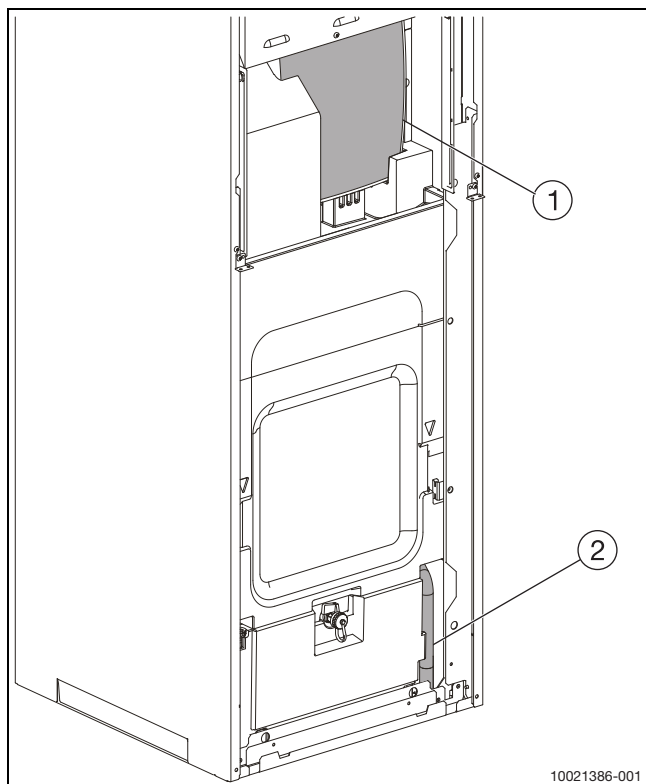

Bild 11 Vorderansicht Ablassschlauch
- Ablaufschlauch und Sicherheitsventil an einen Ablauf anschließen (siehe Abb. 11 und 12).
► Ablassschlauch ([2], Abb. 11) an einen frostgeschützten Ablauf oder direkt an einen Wandablauf anschließen.